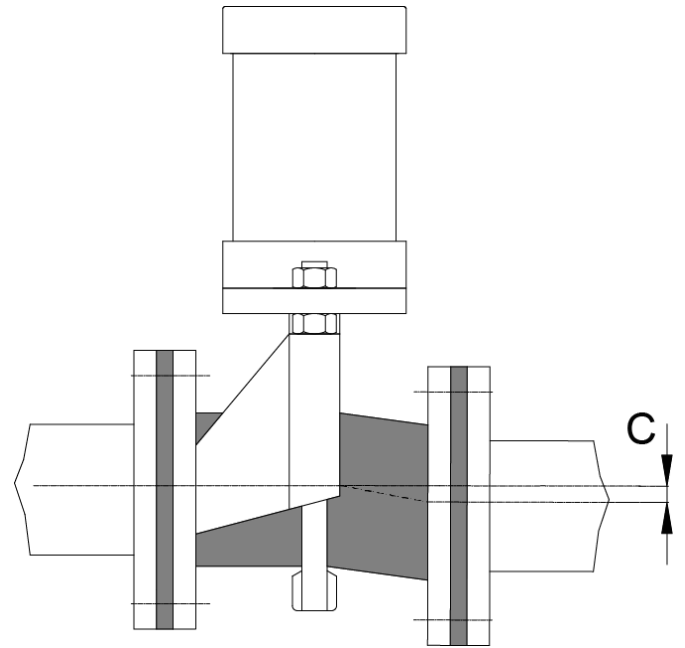

Figura 12.
Desviación en la línea central del tubo (C), (Figura 12):